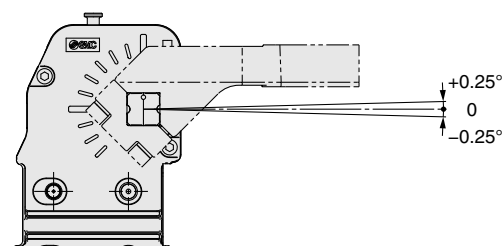

Figura 1.
- 2) Existe una diferencia mecánica de -0.25° a $+0.25^\circ$ en el extremo de amarre, como se muestra en la Figura 1. Asegúrate de realizar los ajustes externamente usando un suplemento. Consulta la página 13.